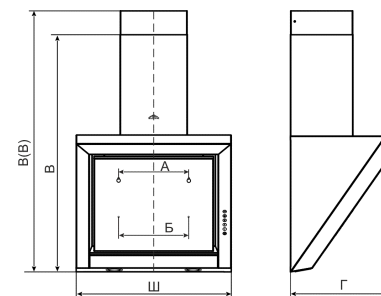

рис. 2
- верните два самонарезающих винта 6x50 мм (размер А, рис. 2);
- навесьте вытяжку через отверстия типа «замочная скважина» и дополнительно закрепите ее двумя самонарезающими винтами 6x50 мм (размер Б, рис. 2).
6.1 Установка кухонной вытяжки (рис.2):